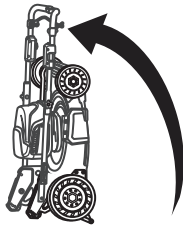

Fig. 13C
6. Almacene la cortadora de césped en posición vertical o plana (Fig. 13C)